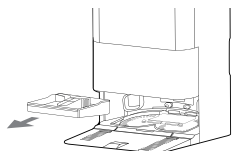

Fig. 24
1. Premere delicatamente la maniglia centrale presente sulla struttura della base di ricarica e sollevarla per rimuovere il vassoio di pulizia (piastra di lavaggio). [Fig. 24]